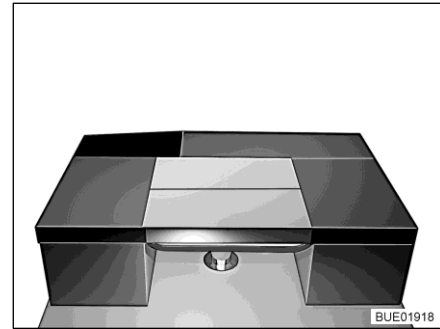

Fig. 169 Après la transformation
- Placer le coussin de dossier de la banquette en travers sur la table (voir Fig. 169).